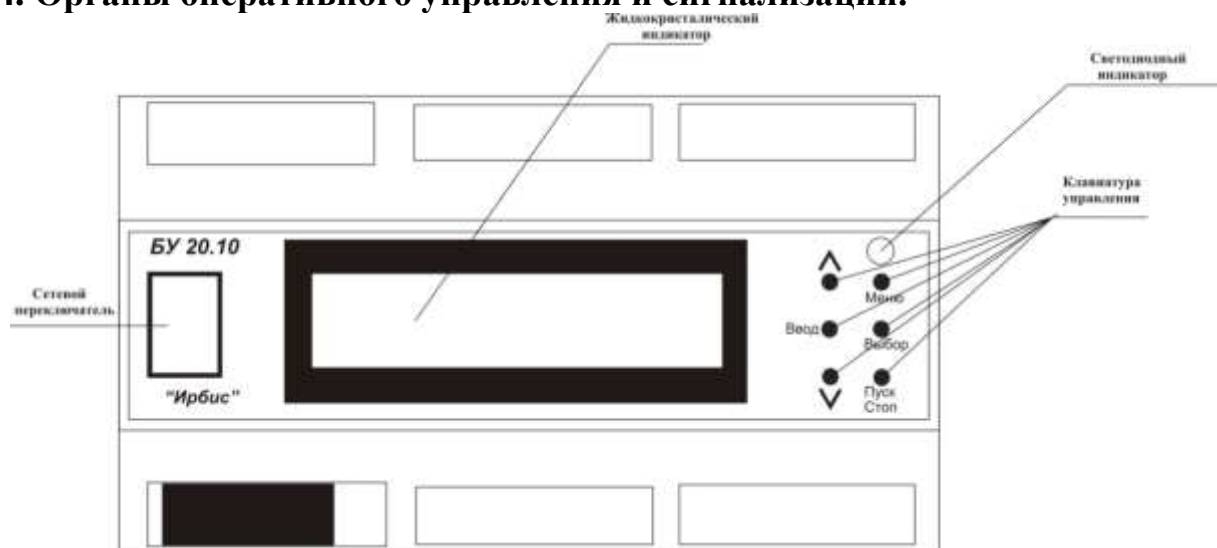

Рис. 5. Органы управления котлом
6.5. Примерная схема присоединения котла к отопительной системе приведена на рис. 5.